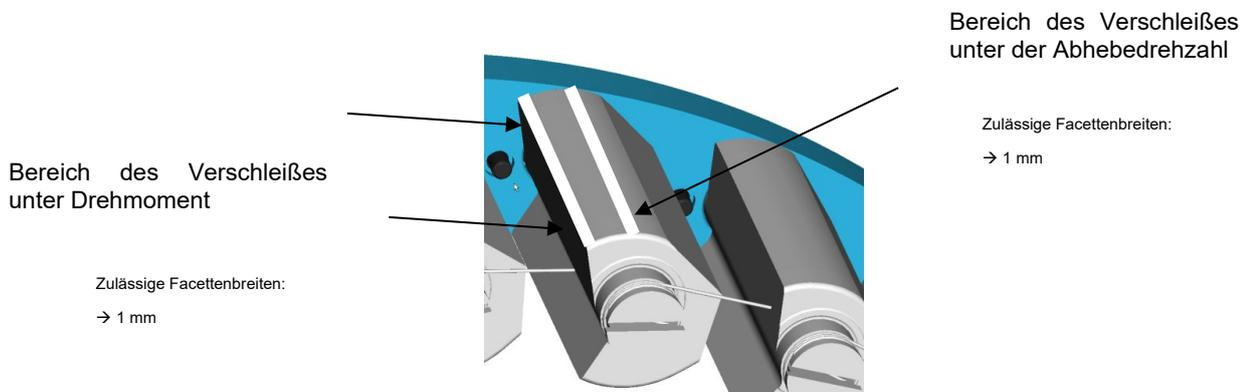

Abbildung 13: Verschleißzonen
- Außenring (1), Innenring (2) und Käfig (8) mit einem Industriereiniger auf Petroleumbasis vorreinigen und mit einem Reiniger auf Acetonbasis entfetten.
- maximale Breite der Verschleißfacette auf den Klemmkörpern (siehe Abbildung 13)